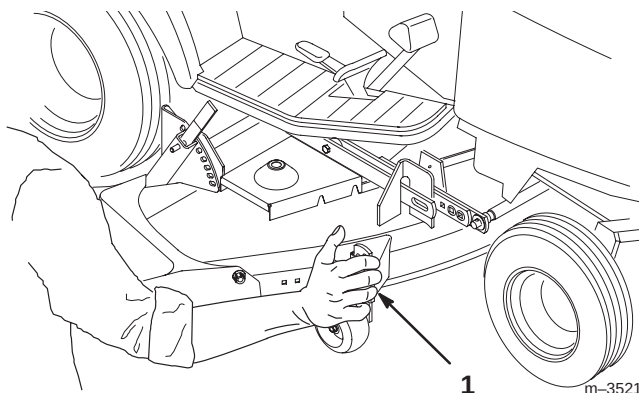

Figure 8
8. Après avoir placé les deux goupilles en J dans les supports de fixation, positionnez le plateau de coupe de sorte que la barre de fixation s'engage dans le montant Attach-A-Matic™ central en vous aidant du dispositif de commande d'accessoire et en plaçant la main sur le support de la roue avant droite réglable du plateau de coupe (Fig. 8).